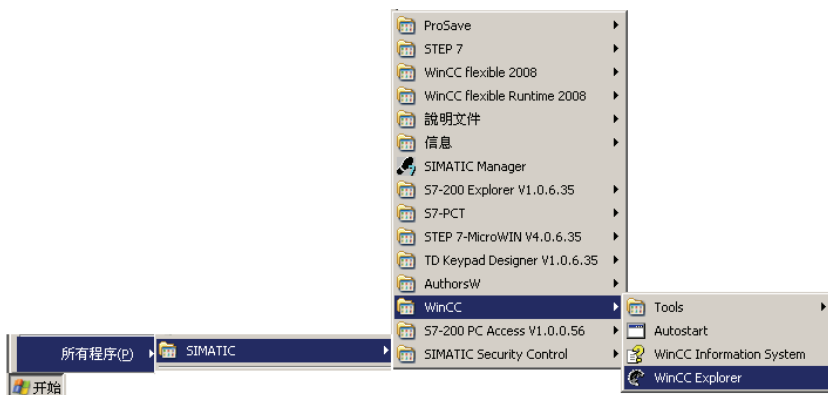

图 3-1 启动 WinCC 项目管理器
- 2) 单击“开始”→“所有程序”→“SIMATIC”→“WinCC”→“WinCC Explorer”，如图 3-1 所示，便可启动 WinCC 项目管理器。